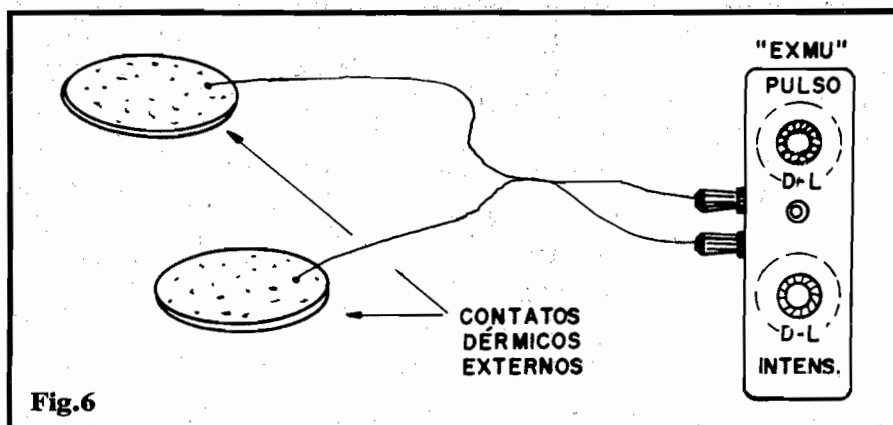

Fig.6
- 2 - Filtros de pia, redondos, em alumínio ou inox, para a confecção dos eletrodos "externos" (ver fig. 6)
FIG. 6 - OS CONTATOS DÉRMICOS (ELETRODOS) EXTERNOS - Conforme se vê das figuras 4 e 5, está prevista a possibilidade de utilização de eletrodos externos, através dos dois jaques "banana" incorporados à caixa do EXMU... Tais eletrodos poderão ser facilmente confeccionados com filtros ("ralos") de pia, em alumínio ou aço inoxidável, redondos, perfuradinhos (os furinhos ajudam a pele do local a "respirar", evitando o acúmulo de suor no local, que alteraria as condições elétricas/resistivas de aplicação dos pulsos excitadores...). No caso, os comprimentos dos cabos poderão ser condicionados por quaisquer fatores de "conforto", ou específicos para as aplicações desejadas... Detalhes práticos, como a possibilidade de "aplicação manual" (ou seja: com o fisioterapeuta segurando e pressionando os eletrodos, contra a região do corpo do paciente que deva receber o tratamento...) devem ser aqui considerados, eventualmente com a anexação de proteções isolantes, manoplas plásticas, etc., aos eletrodos. Esse tipo de contato dérmico se presta mais a aplicações em regiões do corpo que apresentem grande área, como as costas, a lateral do tronco, região lombar inferior, ao longo das coxas, etc. Já quando a lesão a ser tratada se estender por pequena área, ou situar-se nos braços e parte inferior das pernas, mãos, pés, pescoço, etc., a solução mostrada na fig. 5 nos parece a mais prática e direta... Notem, contudo, que o critério de localização exata dos eletrodos é matéria inerente aos conhecimentos profissionais do fisioterapeuta, e de ninguém mais...!